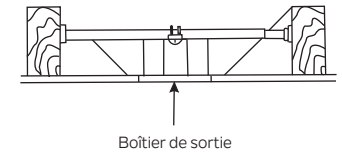

Fig. 4
**REMARQUE :** Selon l'endroit que vous avez choisi pour l'installation, vous devrez peut-être acheter et installer une « suspente de solive » pour soutenir le boîtier de sortie. Assurez-vous que la suspente de solive que vous achetez a été conçu pour être utilisé avec des ventilateurs de plafond. (Fig. 4)